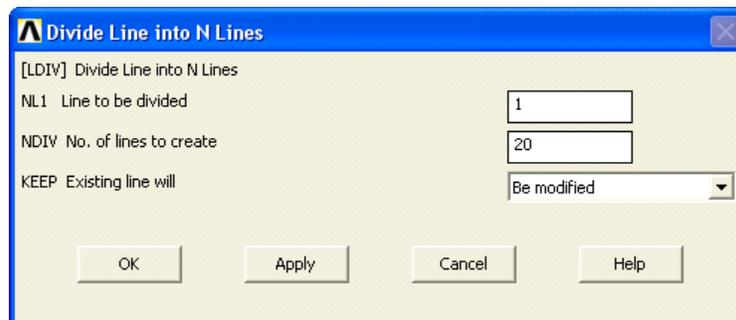

Рисунок 93. Общий вид окна *Divide Line into N Lines* с заполненными полями ввода
- В поле **NDIV** появившегося окна **Divide Line into N Lines** (Рисунок 93) указываем количество делений (**20**), на которые должна быть разделена выбранная линия, указываем в выпадающем меню (список **KEEP**) параметр, определяющий, что исходная линия должна быть преобразована в указанное количество линий (**Be modified**).